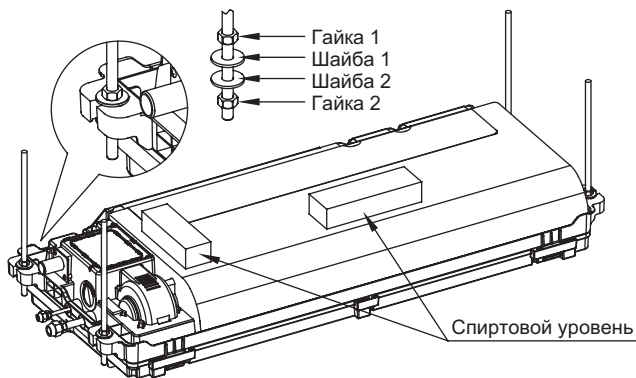

Рисунок 3.8
2. После подъема и установки блока закрепите монтажный шаблон (принадлежность - монтажные винты для панели) на корпусе блока винтами M6×12 (принадлежность - монтажный шаблон). Перед этим проверьте размер и расположение отверстия в потолке. См. рисунок 3.8.